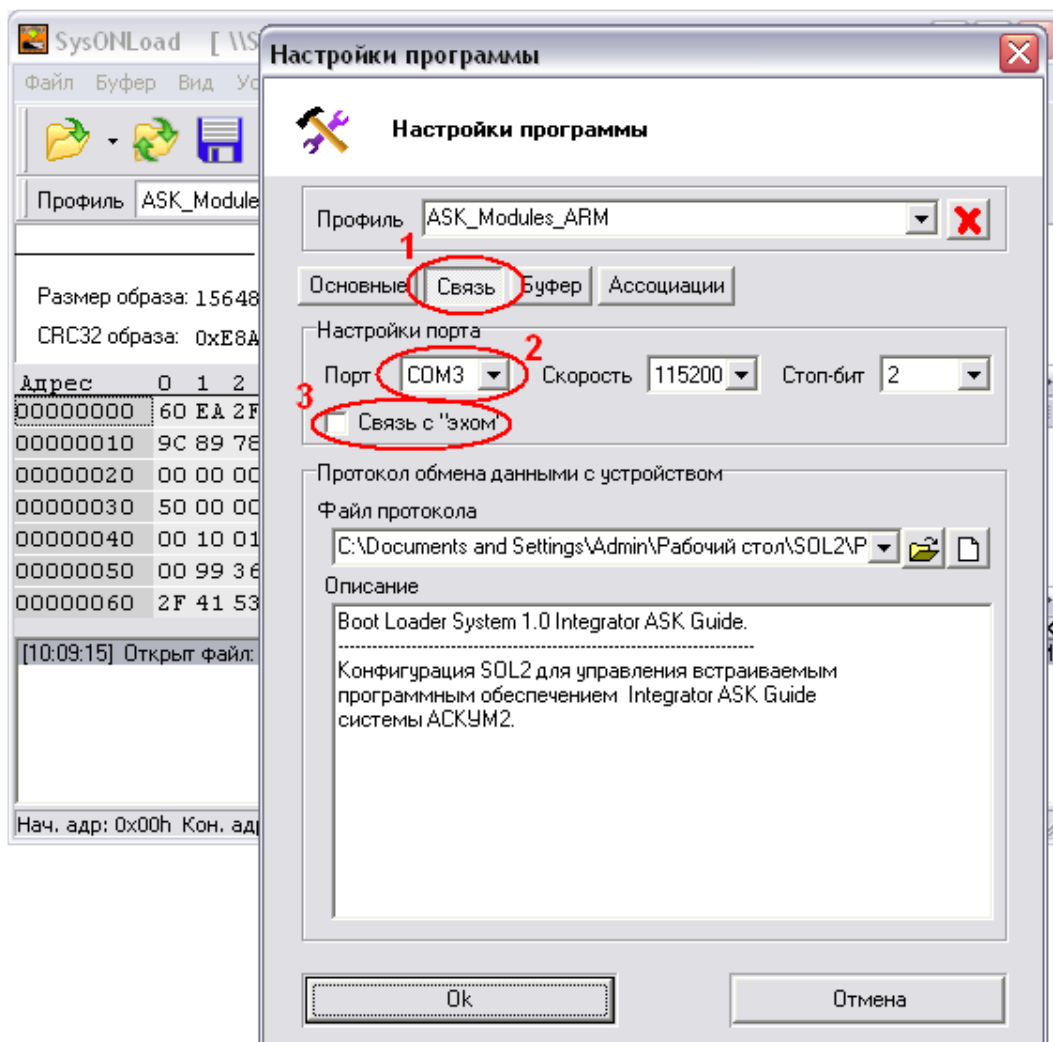

Рисунок 3: настройка связи программы SOL2
7. В появившемся окне “настройки” (рисунок 3) выберите закладку “Связь” (выделенная область 1). В этой закладке: